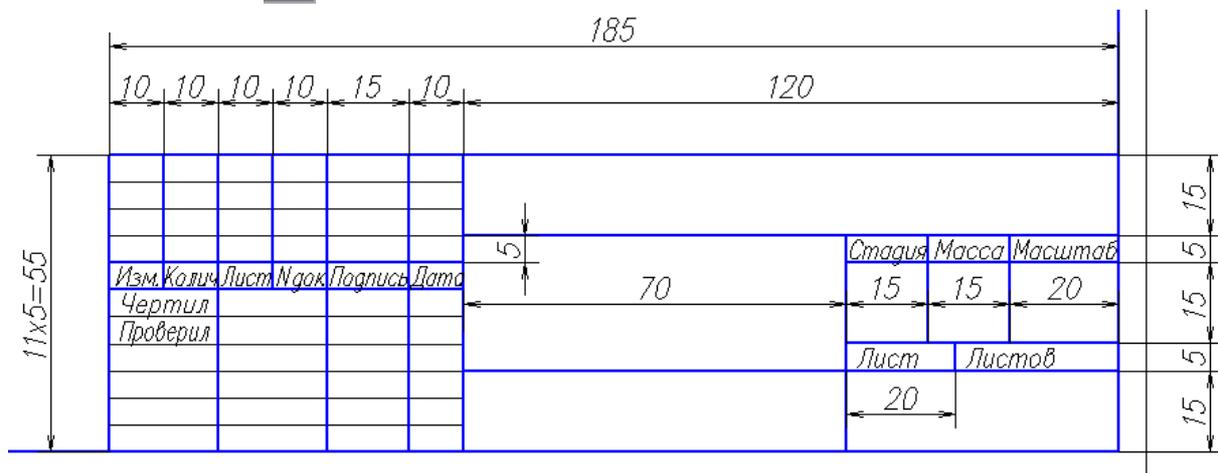

Рис. 69. Основная надпись
– вычертить границы основной надписи (рис. 69) с помощью команды **Рисование** → **Прямоугольник** (**Слой 1**). Отвечая на первый запрос системы, указать нижний правый угол внутренней рамки чертежа, а на второй запрос: @-185,55;